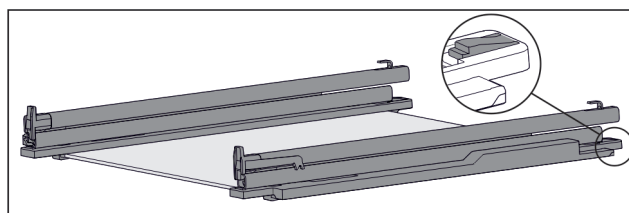

Fig. 120 Staklena ploča s vodilicama i pridržnim dijelovima
- ▶ Pridržni dio straga pritisnite prema dolje (pogledajte Fig. 120) u i istovremeno gurnite vodilicu prema otraga.